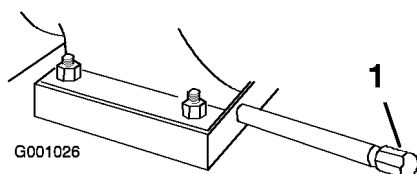

Figura 50
- Pulite l'area intorno al tappo di spurgo dell'olio (Figura 50).